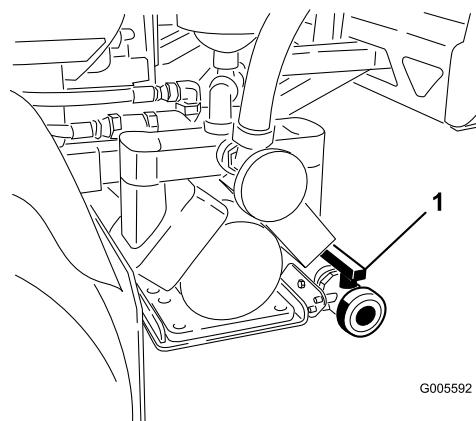

Figura 20
2. Localize a válvula de escoamento do depósito na traseira da máquina (Figura 20). A válvula é para a traseira da bomba, montada no suporte de apoio.